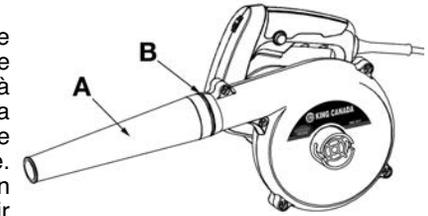

Figure 3
1. Pour utiliser la souffeuse/aspirateur comme une souffeuse, installez la buse (A) Fig.3 à la sortie d'air (B). Alignez les deux broches situées à l'intérieur de la buse avec les encoches sur la sortie d'air, poussez et tournez la buse dans le sens horaire pour la verrouiller en toute sécurité.